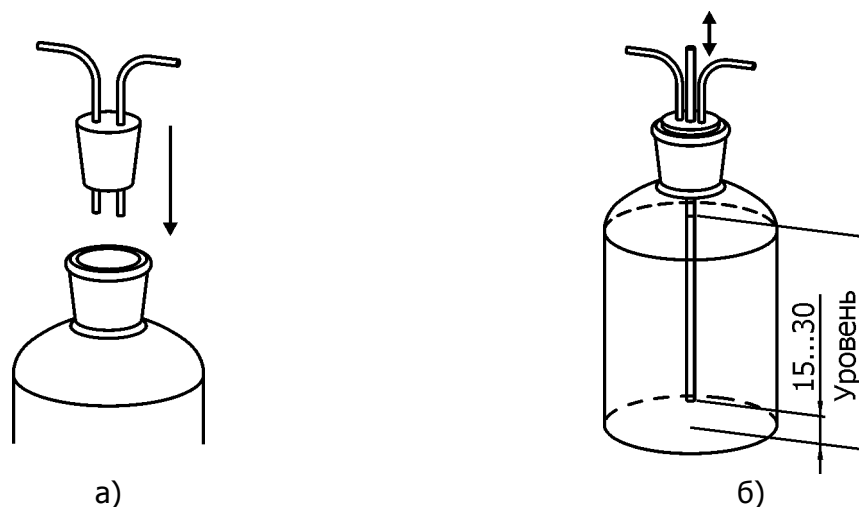

Рисунок 7
2.2.4 Закрыв буферную емкость соответствующей пробкой (рисунок 7а), установить ее на измерительный блок слева. Если в пробке отсутствуют патрубки, то вставить их в пробку.
2.2.5 Наполнить регулятор вакуума водой так, чтобы ее уровень приблизительно совпадал с меткой на центральной трубке (рисунок 7б), а конец трубки был выше дна емкости на 15...30 мм. Крайние патрубки не должны быть погружены в воду. Установить регулятор вакуума на измерительный блок справа.